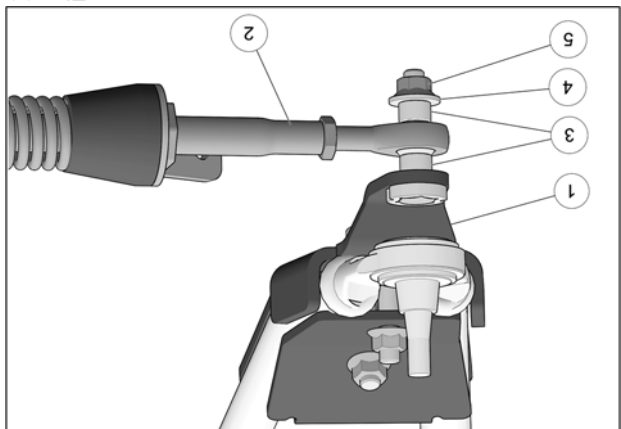

Fig. 20
9. Fixer le bras stabilisateur (2) au boulon déjà installé sur l'ancrage de suspension (1) à l'aide des deux espaces (3), de la rondelle (4) et de l'écrou autobloquant (5). Serrer à un couple de 70 N•m [52 lb•pi]. Voir la Fig. 20